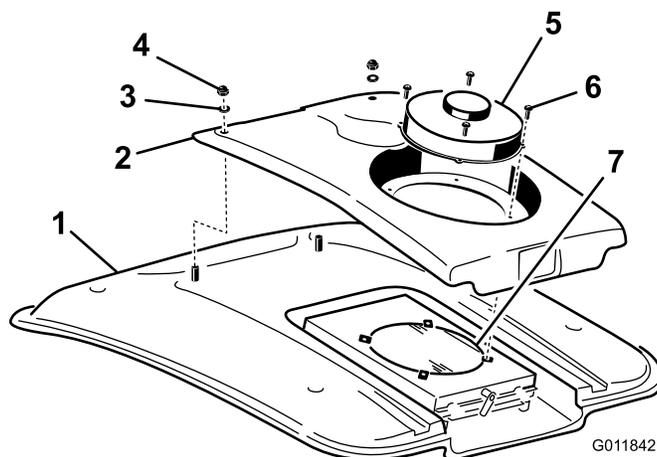

Bild 56
2. Entfernen Sie die 4 Schrauben, mit denen der Lüfter und die Kondensatorabdeckung an der Lüfterbefestigung befestigt sind (Bild 56).
4. Entfernen Sie die zwei Schrauben und Scheiben, mit denen die Vorderseite der Kondensatorabdeckung am Kabinendach befestigt ist (Bild 56).
8. Reinigen Sie den Klimaanlagen-Kondensator gründlich mit Druckluft (Bild 56).